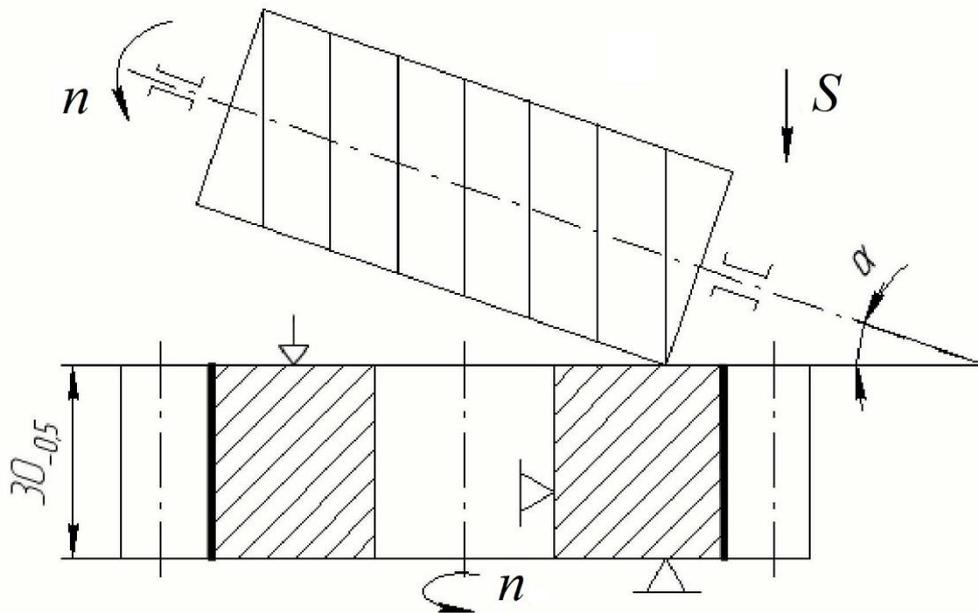

Рис. 5. Схема обробки. Приклад 6
**Завдання.** Визначити норму штучного часу на операцію нарізання зубів циліндричного зубчастого колеса черв'ячною фрезою (рис. 5, див. ст.. 22)